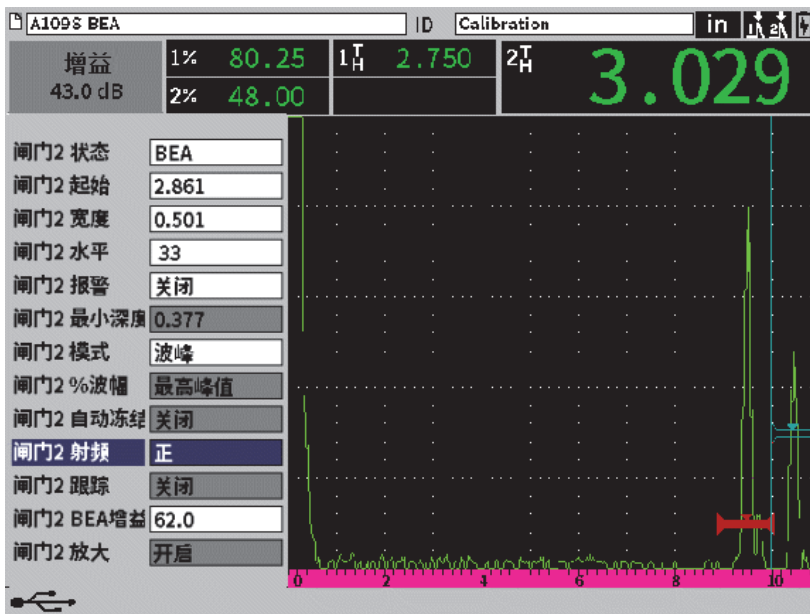

图 11-29 调整底面增益
1. 在闸门2对话框中，按制表键，选择**G2 BEA增益**（参见第200页的图 11-29）。